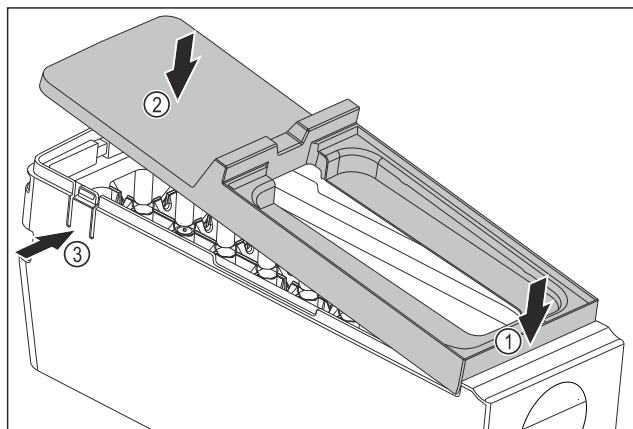

Fig. 94
- ▶ Afdekking van de EasyTwist-Ice-corporus monteren: Afdekking voor bevestigen. Fig. 94 (1)
- ▶ Afdekking achter neerlaten. Fig. 94 (2)
- ▷ Afdekking klikt hoorbaar in beide strips Fig. 94 (3) vast.